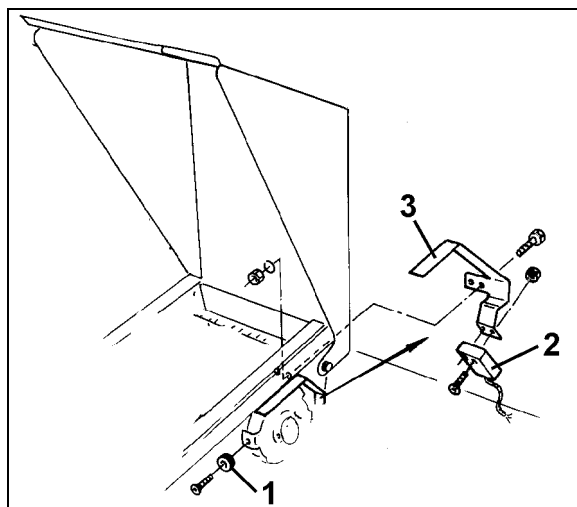

Fig. 11
Sensor und Magnet bei ED (Fig. 11) am Eingang des Kettenradverstellgetriebes befestigen:
1. Magnet (Fig. 11/1) mit Schneidschraube M4 x 10 an der Impulsscheibe der Getriebeeingangswelle anschrauben.
2. Zur Befestigung des Sensors Impulshalter (Fig. 11/3) lösen und anschließend wieder anschrauben.
3. Sensor (Fig. 11/2) am Impulshalter (Fig. 11/3) anschrauben.